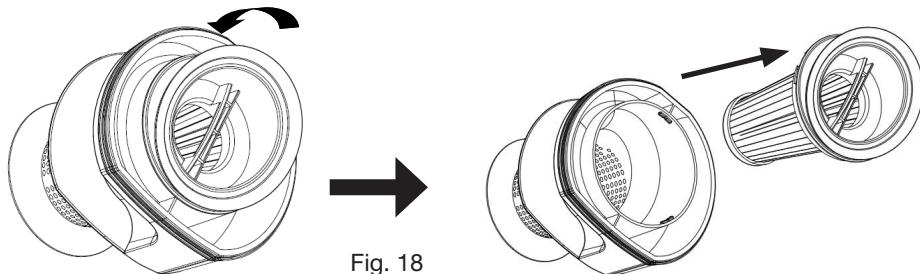

Fig. 18
3. Retire el filtro EPA girándolo ligeramente en sentido contrario a las agujas del reloj para extraerlo (Fig. 18).